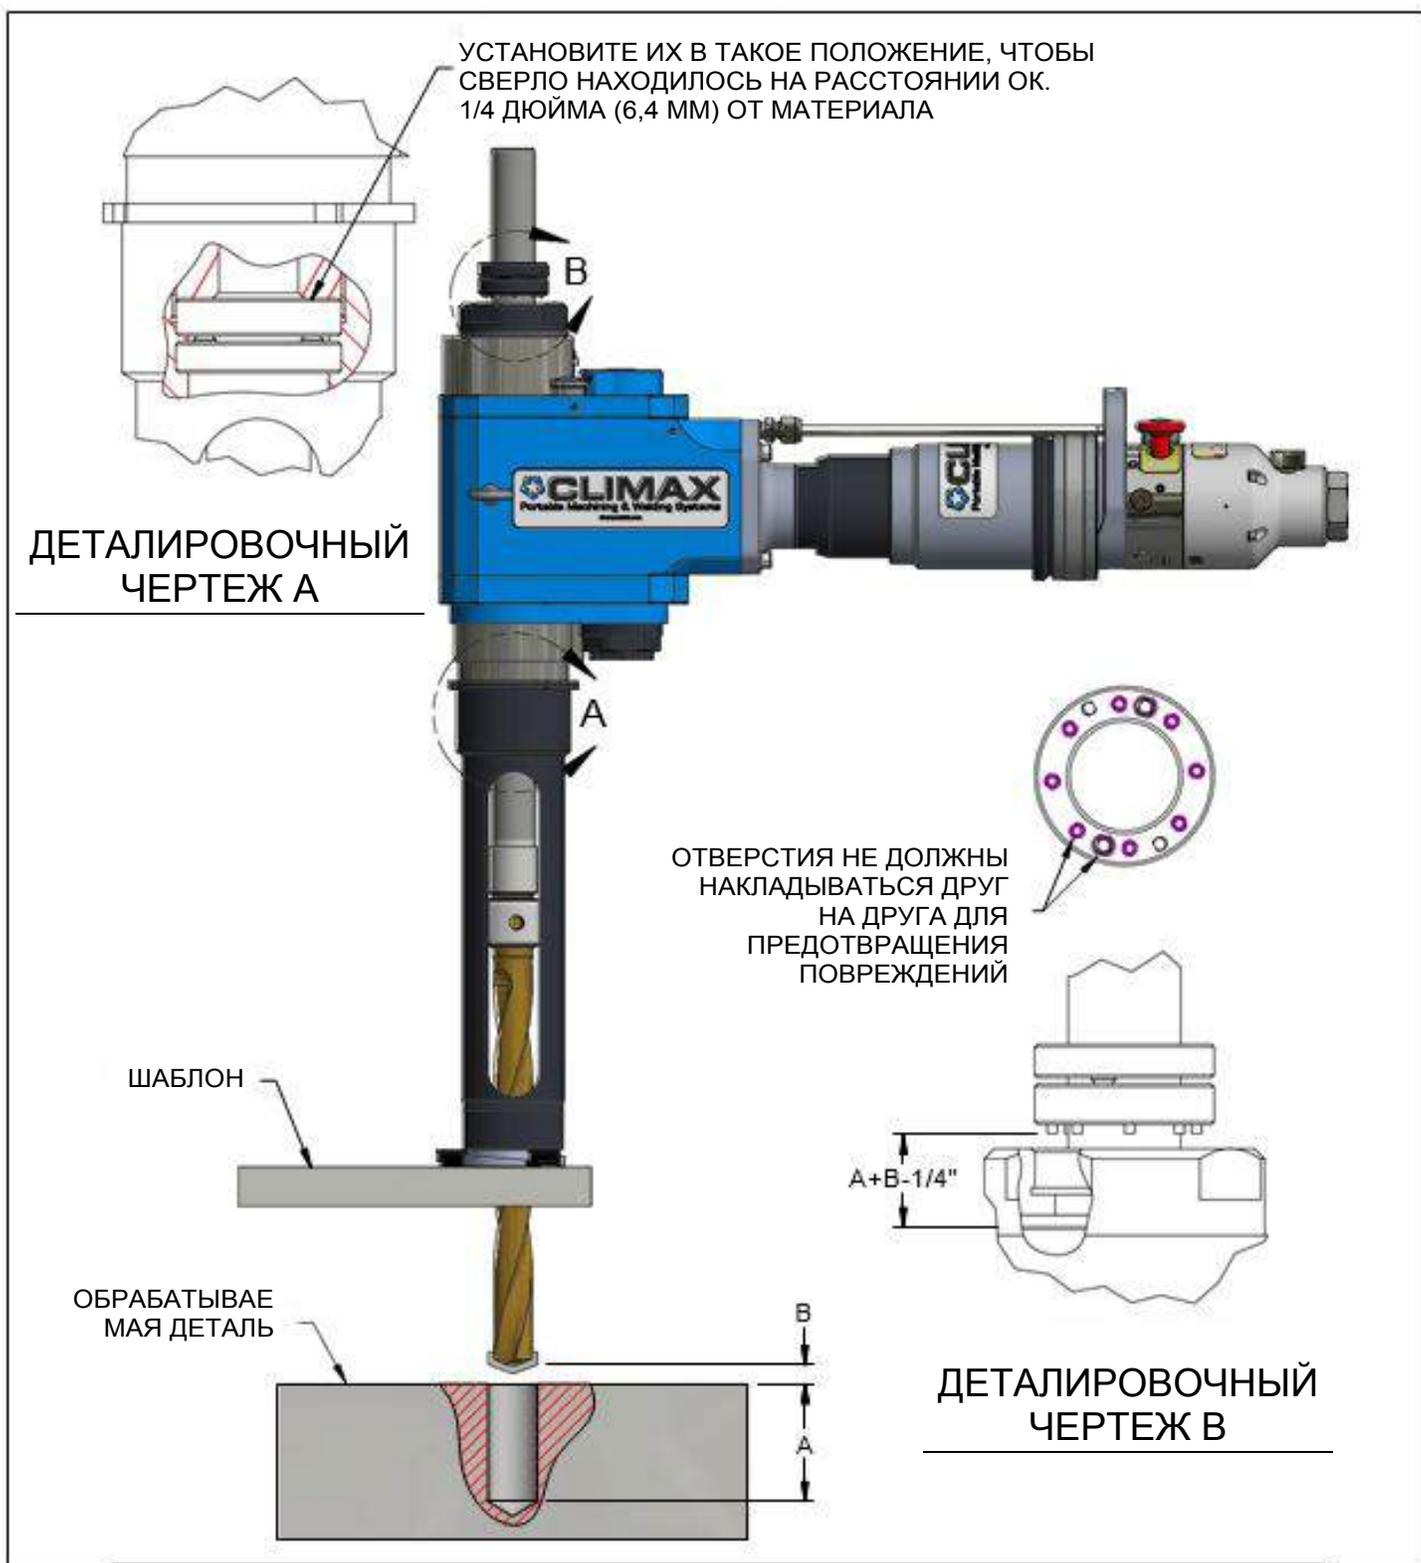

Рис. 3-3. НАЛАДКА СВЕРЛА
- Отрегулируйте глубину и отведите втулки вручную на нужную величину глубины реза/отключения. См. рис. 3-3.
Выполните следующие действия, обращая внимание на рис. 3-3: